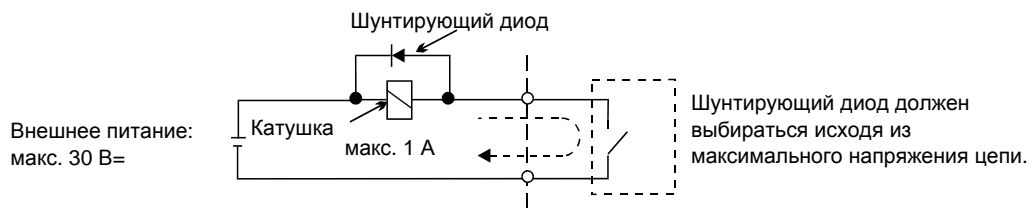

Рис. 2.18 Подключение шунтирующего диода
- \*3. В случае индуктивной нагрузки, например, при подключении обмотки реле с питанием постоянным током, обязательно включение шунтирующего диода, как показано на Рис. 2.18